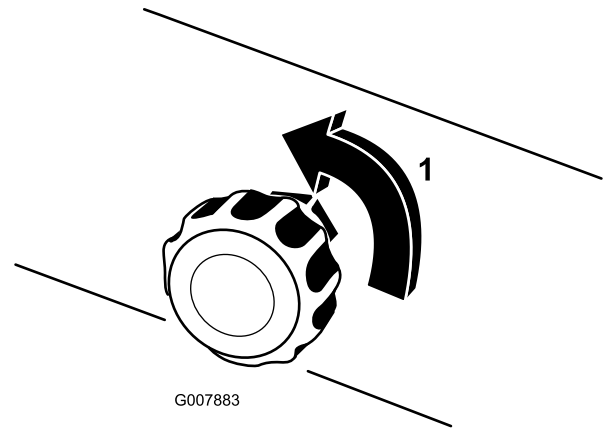

Bild 19
5. Öffnen Sie das Einstellventil für die Schaumdichte bei der ersten Verwendung um eine Achtel- bis Vierteldrehung nach links (Bild 19).